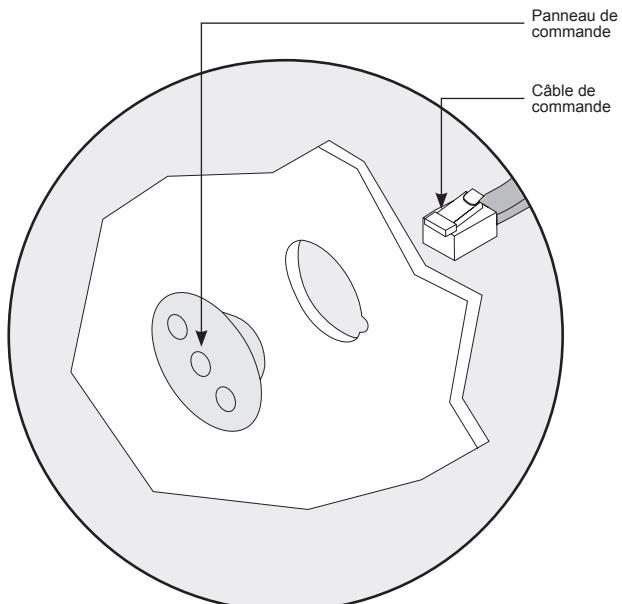

Figure 5 - fixation du câble de commande
- 10** Fixez le câble de commande du boîtier de commande (figure 5).